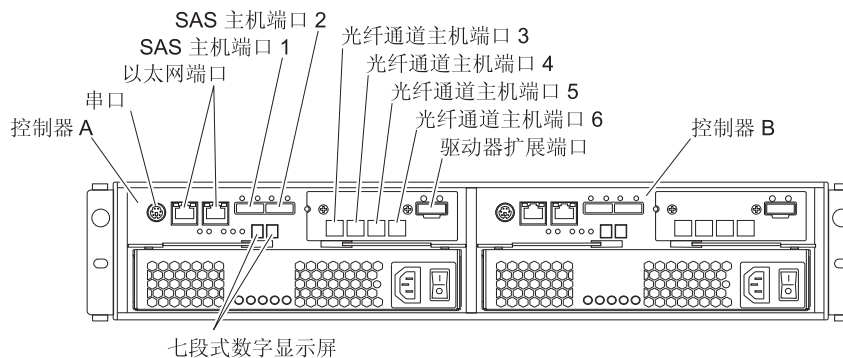

图 55. 存储控制器上主机接口的位置
2. 将光纤通道电缆连接到控制器主机端口中的 SFP 模块以及光纤通道交换机中的 SFP 模块或主机总线适配器上的光纤接口。第 62 页的图 55 显示了控制器上与主机系统电缆连接的存储子系统端口的位。